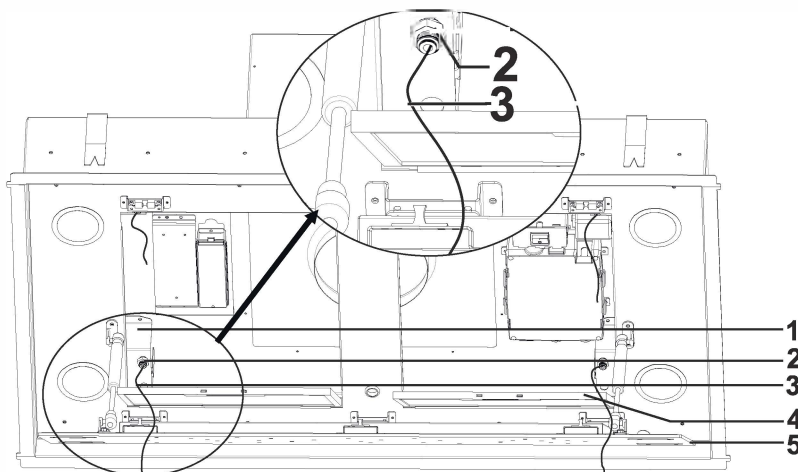

Fig. 21
6. ➔ Vip glaspladen ned, ved at tage fat i hjørnerne og hiv forsigtigt ned i den (Fig. 21/5).
Fjern fedtfilterne (Fig. 21/4) og træk stålwirene igennem sikkerhedslåsene oppefra og ned (Fig. 21/2) . Gør dette for alle 4 stålwire der medfølger
Når emhætten er hævet til loftet og der ikke længere kan trækkes i stålwirene, skal stålwirene rulles sammen og lægges ind i opbevaringspladsen. Bemærk; når stålwirene er lagt ind i opbevaringspladserne, skal det bøjelige metal bukkes sammen, så stålwirene ikke falder ud (Fig. 21/1).